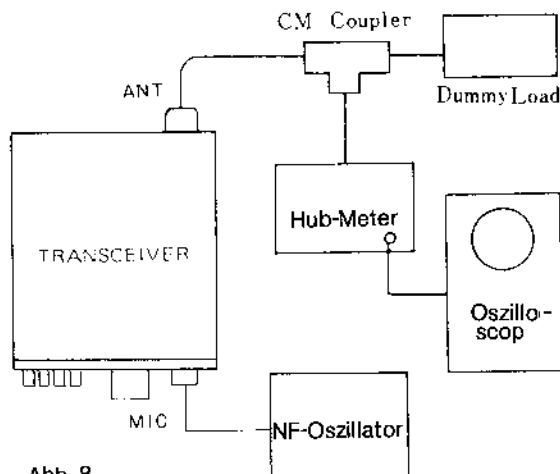

Abb. 8
(1) Abgleich der Trimmer auf dem Senderstreifen
(2) Abgleich der Endstufenschutzschaltung / Einstellung der Anzeige für relative Ausgangsleistung
(3) Einstellung des Frequenzhubes
a) Transceiver und Meßgeräte wie in Abb. 8 angegeben miteinander verschalten.